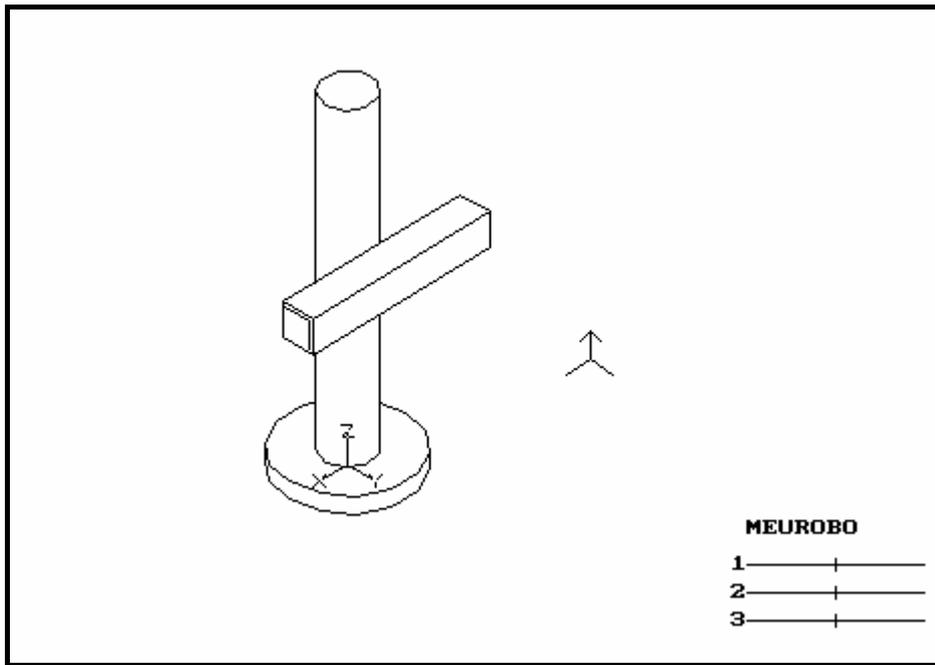

Figura 5 - Aspecto do Robô MEUROBO
9. Para já, o que foi desenhado consiste apenas num conjunto de objectos sem 'relação' nenhuma entre eles. Para finalmente 'criar' o robô selecciona-se o objecto da base **MEUROBO** e depois selecciona-se a opção **Create / Create Robot**. O programa pergunta quantos graus de liberdade vai ter o robô (embora um valor por defeito seja automaticamente assumido (neste caso 3)) e consiste no número de objectos com o nome **LINKx** que se criou, sendo assim **LINKn** uma palavra reservada que indica que o objecto vai ter um movimento ou grau de liberdade). Para este exemplo, assume-se o valor por defeito (3 graus de liberdade). A partir daqui, o robô está operacional e deve ter o aspecto da figura 5.
Existem três modos de visualização do modelo, e estes podem ser seleccionados nas três primeiras opções do menu **View**. São eles **Shade**, **Hidden Line** e **Wireframe**. Descubra quais as diferenças entre eles seleccionando-as uma a uma. Para reduzir o tempo de construção deste modelo pode usar o modo **Wireframe**. As figuras 3 e 4 usam o modo **shade**, e a figura 5 e 6 usam o modo **Hidden Line**.